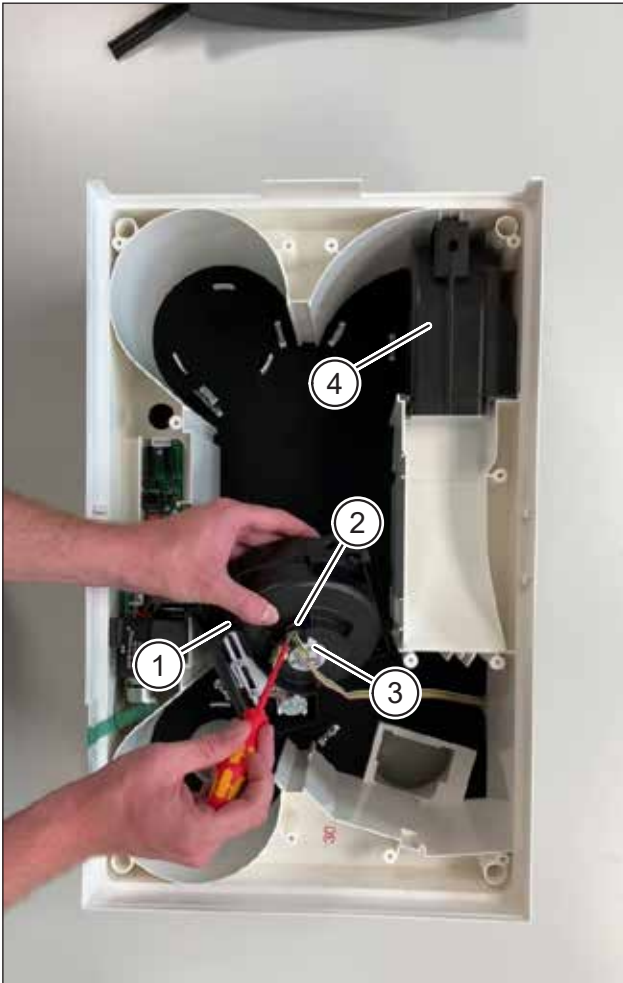

Abb. 5: Fortluft- und Zuluftventilator entfernen
- ▶ Ziehen Sie den Fortluftventilator (Pos. 1 in Abb. 5) nach oben heraus.
- ▶ Ziehen Sie den schwarzen Sicherungsclip (Pos. 2 in Abb. 5) mit einem Schlitzschraubendreher vom Fortluftventilator ab.
- ▶ Ziehen Sie die beiden Flachstecker (Pos. 3 in Abb. 5) vom Fortluftventilator ab.
- ▶ Wiederholen Sie den Vorgang für den Zuluftventilator (Pos. 4 in Abb. 5).
| Fortluftventilator | Elektr. Komponente | Pos. 1 in Abb. 5 |
| Zuluftventilator | Elektr. Komponente | Pos. 4 in Abb. 5 |